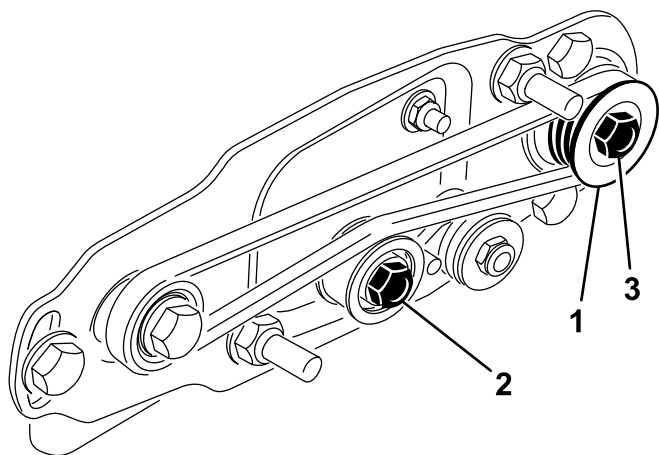
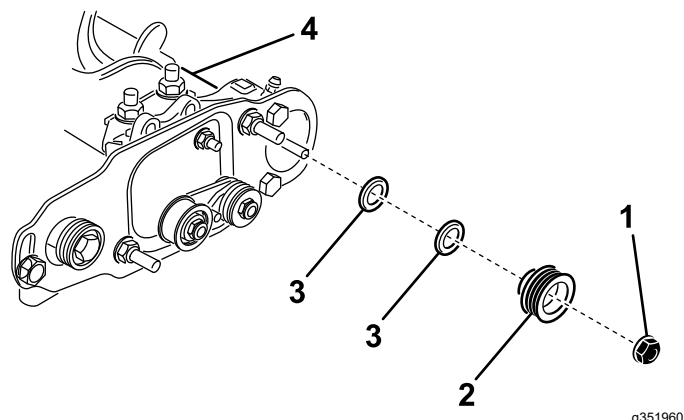

Figure 39
Figure 40
1. La poulie menée (au niveau de l'arbre de la brosse) peut bouger vers l'intérieur ou l'extérieur (Figure 39). Notez dans quelle direction la poulie doit bouger.
2. Tout en tournant le cylindre, ce qui entraîne la poulie d'entraînement, déchaussez la courroie de la poulie (Figure 39)
3. Retirez le contre-écrou qui fixe la poulie menée à l'arbre de la brosse (Figure 39 ou Figure 40). Placez une clé de 1/2 pouce sur les méplats de l'arbre de la brosse pour l'empêcher de tourner.
4. Enlevez la poulie menée de l'arbre (Figure 40).
5. Si la poulie a besoin d'être déplacée vers l'extérieur, ajoutez une entretoise de 0,8 mm d'épaisseur (Figure 40).